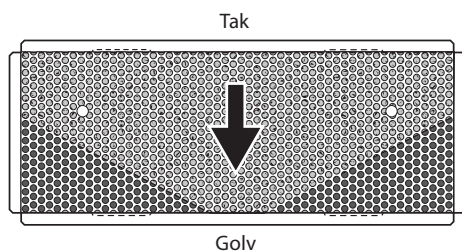

Bild 1. Korrekt installation av fördelningsplåten/ram i trycklådan.
- ⚠ För korrekt funktion måste trycklådans kombinerade ram- och fördelningsplåt installeras med ljudabsorbentens diagonala sidor riktade nedåt mot golv, dvs V-formation, se **Bild 1**.
- Bakansluten trycklåda **BRLB** måste monteras med hänsyn till krav på ljudabsorbentens positionering (riktad neråt), för att säkerställa korrekt luftdistribution (bild 1).